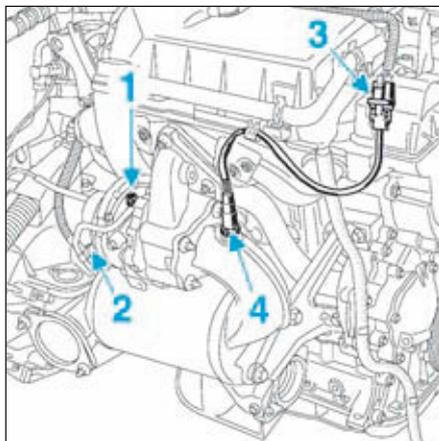

FIG.165
- Déposer les vis (1) et (2) du tuyau en alimentation en huile du turbocompresseur (Fig.165).